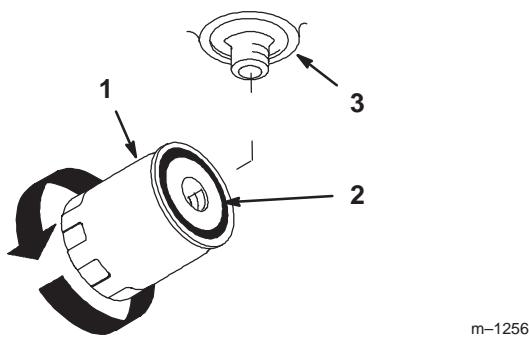

Figure 52
4. Appliquez une fine couche de liquide hydraulique sur le joint en caoutchouc du filtre de rechange (Fig. 52).
7. Quand le liquide déborde, tournez le filtre dans le sens horaire jusqu'à ce que le joint touche l'adaptateur, puis donnez un demi-tour supplémentaire (Fig. 52).